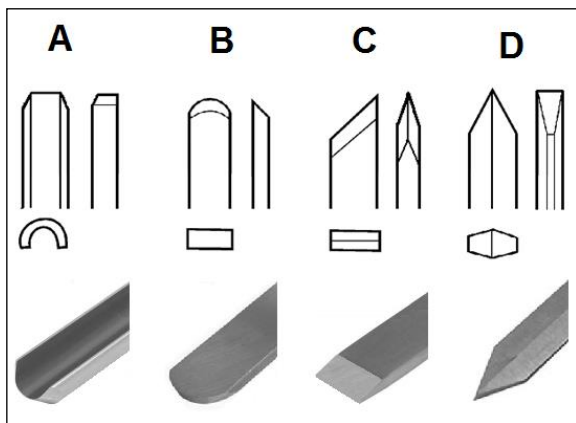

Fig 9
**Drechselröhre (A, Fig 9)**
**Schaber (B, Fig 9)**
**Schrägmeißel (C, Fig 9)**
**Abstechstahl (D, Fig 9)**